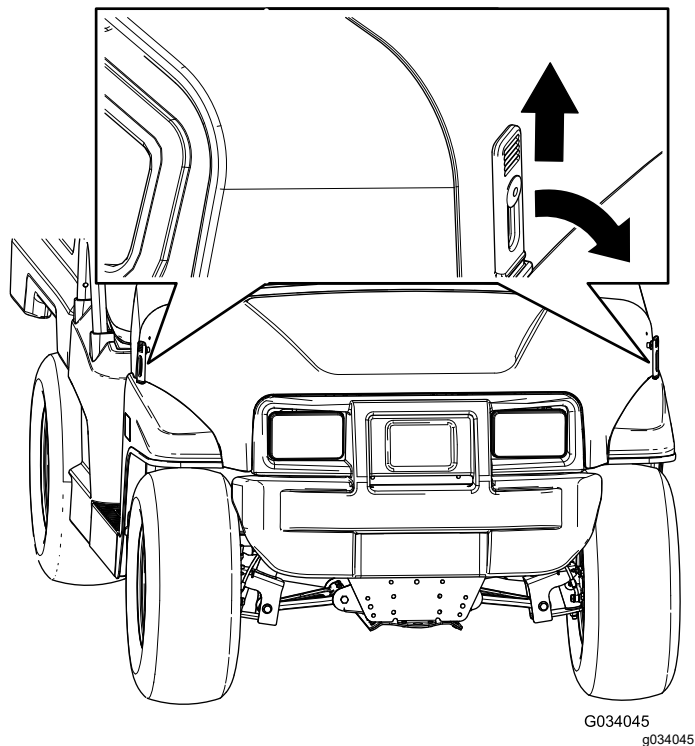

图 23
1. 向上提起机罩两侧橡胶门锁上的手柄图 23。
2. 将橡胶门锁与机罩两侧的锁锚对齐固定机罩图 23。